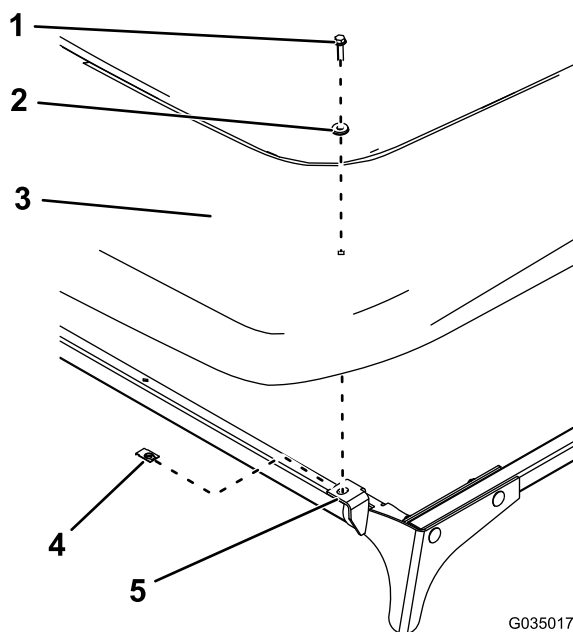

Figura 64
1. Instalezi parasolarul pe plăcile frontale folosind 2 cleme, 2 aibe de etanare și 2 uruburi cu guler și cap hexagonal (1/4 x 1") după cum este indicat în Figura 64.